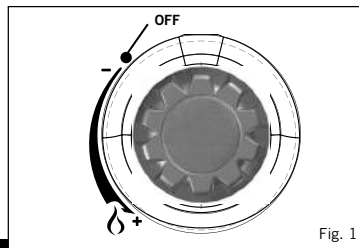

Fig. 1
- Przed przyłączeniem dopływu gazu należy najpierw upewnić się, że zawór urządzenia jest w pozycji OFF poprzez przekręcenie do oporu pokrętła regulacyjnego zgodnie z ruchem wskazówek zegara (patrz rys. 1).
- Aby zamocować zbiornik gazu należy sprawdzić czy zawór urządzenia jest w pozycji OFF, obracając pokrętło regulacyjne do oporu w kierunku zgodnym z ruchem wskazówek zegara (patrz rys. 1).